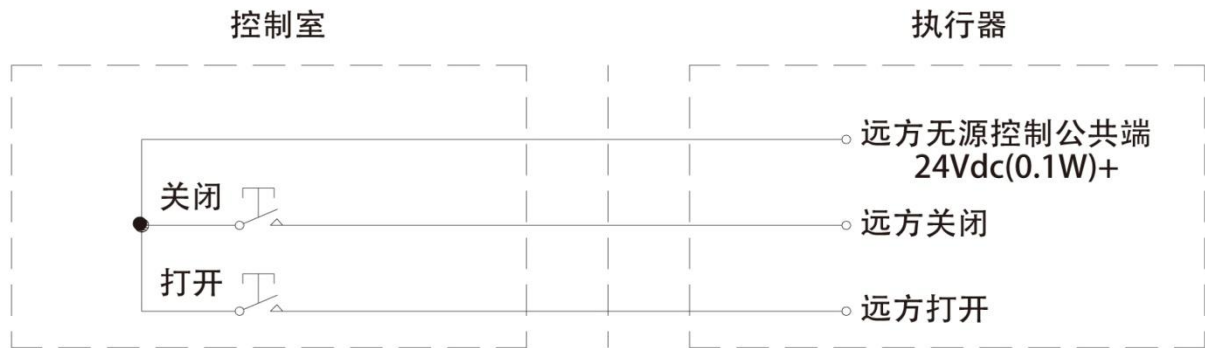
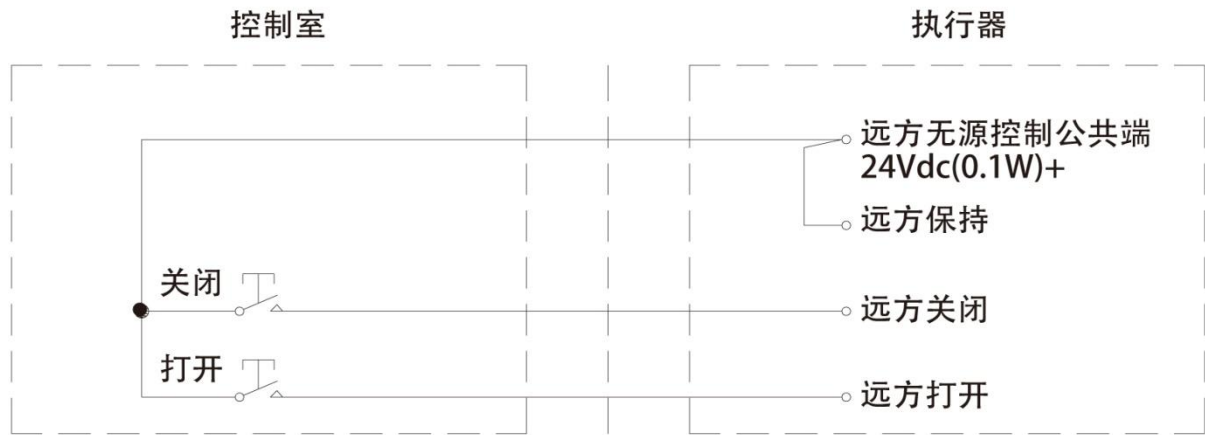
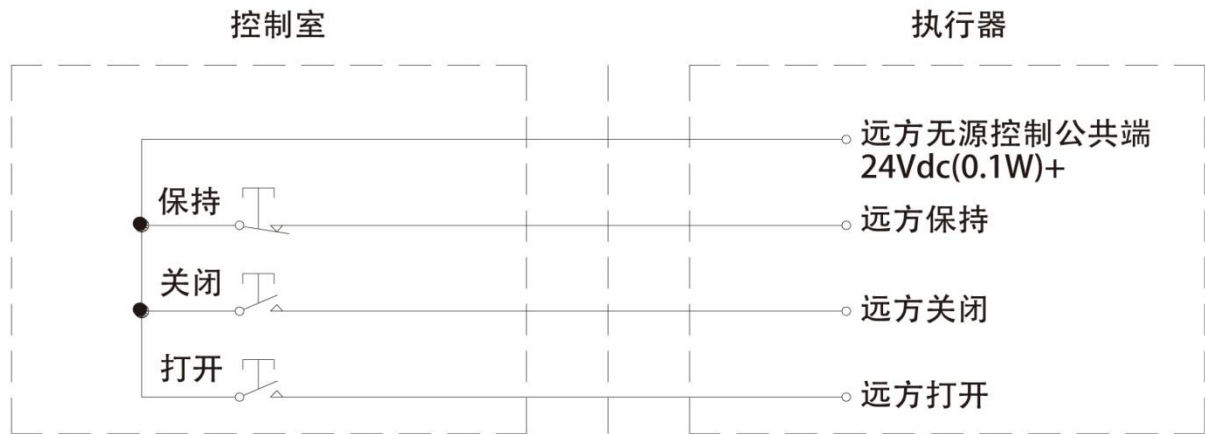

图7-1 点动式打开 / 关闭控制，执行器可以停在中途任意位置
图7-2 保持式打开 / 关闭控制，行程可逆，但不可以停在中途位置
图7-3 保持式打开、关闭、停止控制
10.1.1 对于使用执行器内部提供 24VDC 的低压控制，外部连线见图 7-1、图 7-2 和图 7-3。